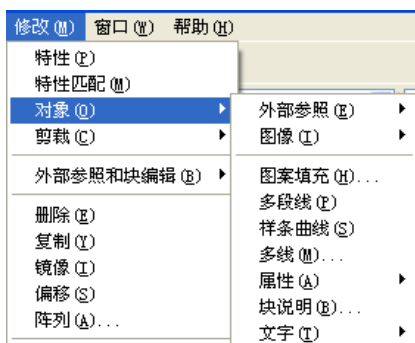

图 1.13 二级子菜单
(1) 菜单项后有省略号“...”时, 表示单击此项后, 会打开一个对话框, 可根据对话框操作。
(2) 菜单项后有黑三角符号“▶”时, 表示此选项还有下一级子菜单, 如图 1.13 所示。例如菜单“修改”下的“对象”下面还有 9 种不同对象可供选择修改, 有“外部参照”、“图案填充”、“多段线”、“文字”等, 其中外部参照下还有下一级子菜单。
(3) 菜单项为浅灰色时, 表示在当前条件下这些命令不能用。